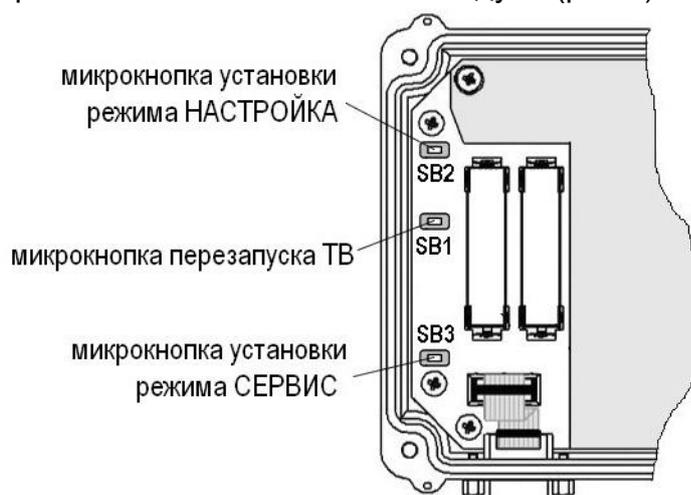

Рис.5. Кнопки управления уровнями доступа ТВ.
1.6.4. Режимы СЕРВИС и НАСТРОЙКА задаются посредством нажатия соответственно на микрокнопки SB3 и SB2, расположенные на плате измерительно-вычислительного модуля (рис.5):